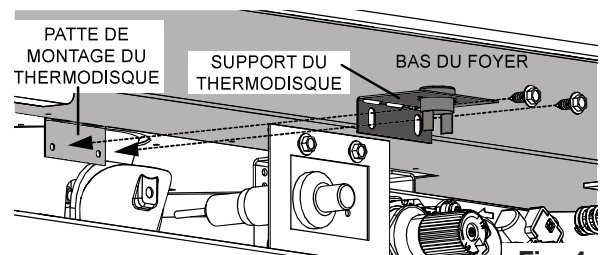

Fig. 4
11. Pour l'installation du support du thermodisque premièrement, pliez le patte de montage sur le bas de l'appareil à 90 degrés. Ce sera la patte de montage du thermodisque (**Fig. 4**).
12. Pliez le support du thermodisque à 90 degrés puis fixez-le au patte de montage utilisant les deux vis fourni (**Fig. 4**). Assurez-vous que le thermodisque touche le bas de l'appareil et que le harnais de fils est correctement fixé.